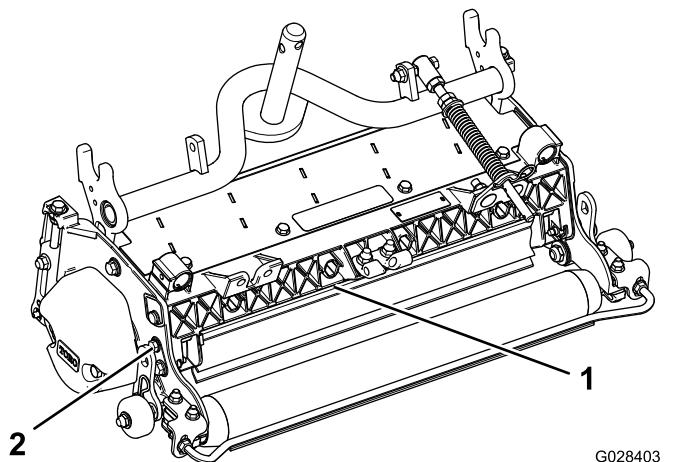

Figure 11
- Desserrez les boulons sur le pivot du déflecteur d'herbe (Figure 11).
- Tournez le déflecteur d'herbe à la position de réglage voulue et serrez les boulons (Figure 11).